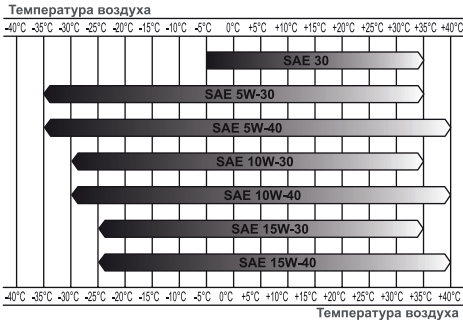

Рис.15 Таблица выбора моторного масла
*Нельзя применять масло для двухтактных двигателей. Рекомендуется применять моторное масло для четырехтактного бензинового двигателя категории SE и SF по системе классификации API. Вязкость масла по классификации SAE выбирается в зависимости от температуры окружающего воздуха, при которой будет работать снегоотбрасыватель. При выборе вязкости масла пользуйтесь таблицей, показанной на Рис. 15.*